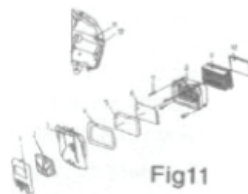

Fig11
1. Curățirea și întreținerea filtrului de aer Praful acumulat pe filtrul de aer poate afecta performanța motorului, poate mări consumul de combustibil și poate îngreuna pornirea. De aceea, este important ca întreținerea să fie efectuată cu regularitate. Frecvența acesteia depinde de condițiile lucrărilor de tăiere, dacă materialul este tăiat în regim umed și uscat (consultați graficul de întreținere). A se vedea Fig. 11.